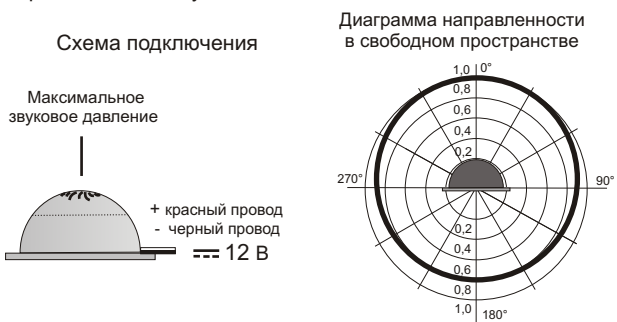

Рис.2 Схема подключения и диаграмма направленности звука оповещателя.
5.3. На рис.2 показана схема подключения и диаграмма направленности звука.